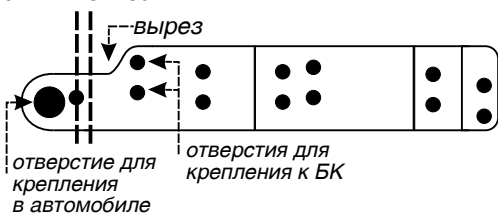

Рис. 2.30
Кронштейн, внешний вид которого приведен на рис. 2.30, представляет собой металлическую пластину.
5. Согните пластины по линиям сгиба, рис. 2.30, так, как показано на рисунке 2.31. Учитывайте, что кронштейны будут устанавливаться один с правой, другой с левой стороны, сгибайте их в противоположные стороны (зеркально).